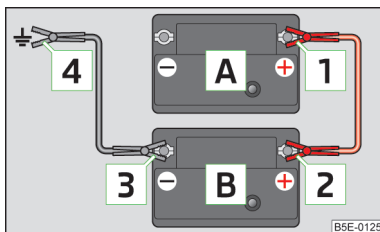

Fig. 146
- Fixez la borne **1** sur le pôle positif de la batterie déchargée **A** » fig. 146.